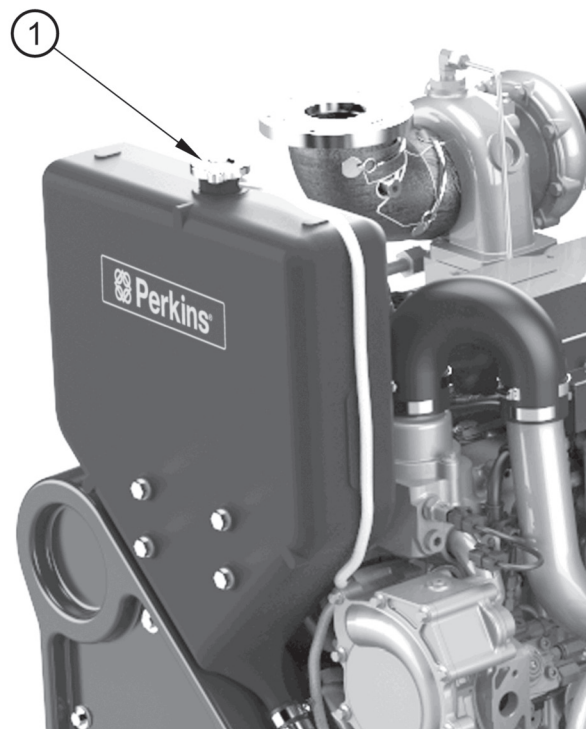

Figura 5
1. Quite el tapón de llenado (figura 5, elemento 1) del depósito superior y llene el sistema de refrigeración lentamente hasta que el nivel de refrigerante esté justo por debajo de los tubos del interior del depósito.
1. Afloje el tapón de llenado de refrigerante (figura 5, elemento 1).